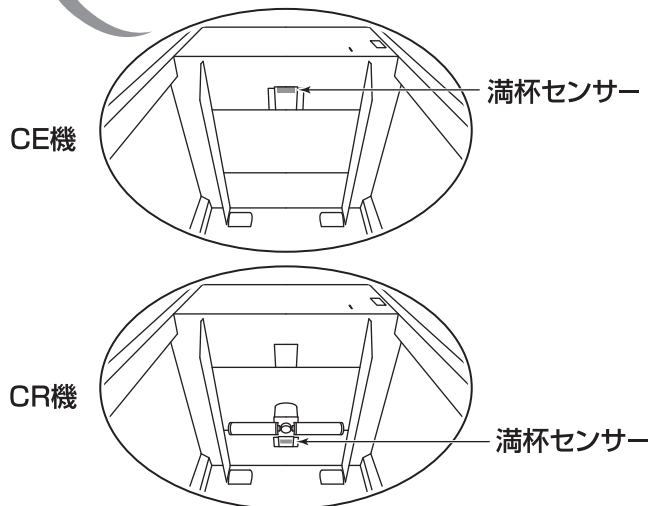

図9 満杯センサーの掃除
- 1.電源スイッチ①の下側を押して電源を切り、電源コード⑩の電源プラグを抜いてください。
- 2.満杯センサーに付着した紙粉や細かい細断紙片を柔らかい布等で取り除いてください。 図9 参照